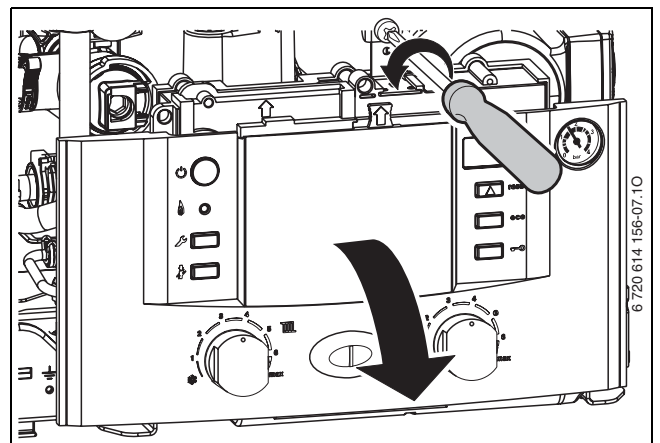

Fig. 22
- ▶ Svitare la vite di fissaggio (→ rif. 1, fig. 22) e far ruotare il cruscotto comandi verso il basso.